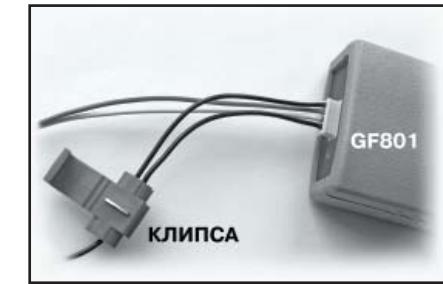

Рис.5. Подключение парктроника.
- 2) В колодке парктроника GF801 соединить между собой клипсой два провода черного цвета, отходящие от крайних контактов колодки, и подключить их к "массе" автомобиля (см. Рис.5.)